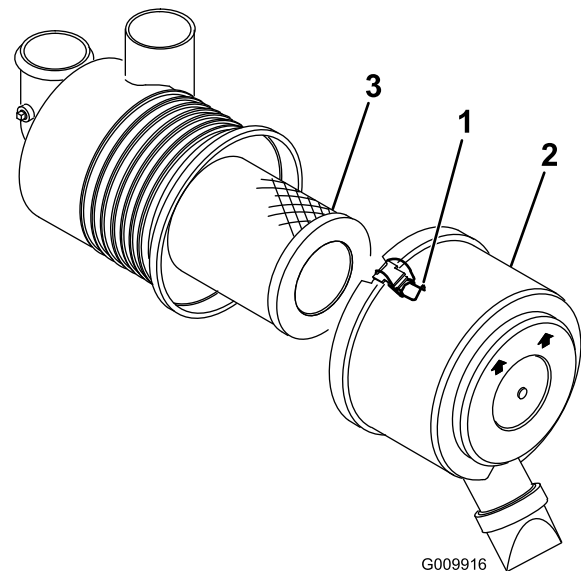

Bild 44
1. Lösen Sie die Laschen, mit denen die Abdeckung am Luftfilterkörper befestigt ist (Bild 44).
4. Entfernen Sie den Filter und werfen ihn weg (Bild 44).